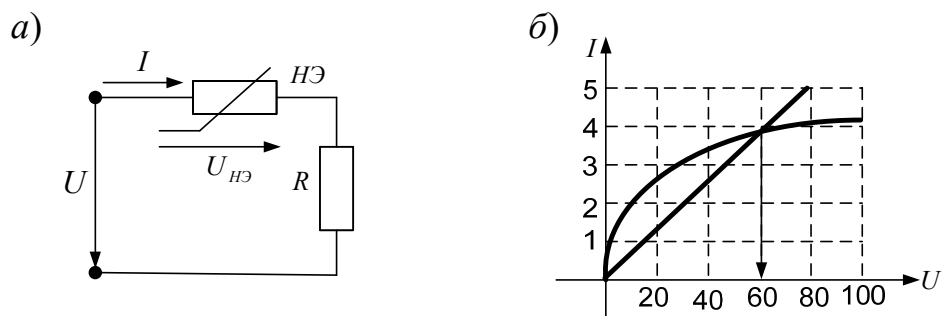

Рисунок 6.1 – Исходные данные к задаче 1
**Задача 1.** Для схемы (рисунок 6.1, а) дано:  $R = 20$  Ом, характеристика нелинейного элемента представлена на рисунке 5.3, б. Определить напряжение  $U$ , при котором  $U_R = U_{НЭ}$ .